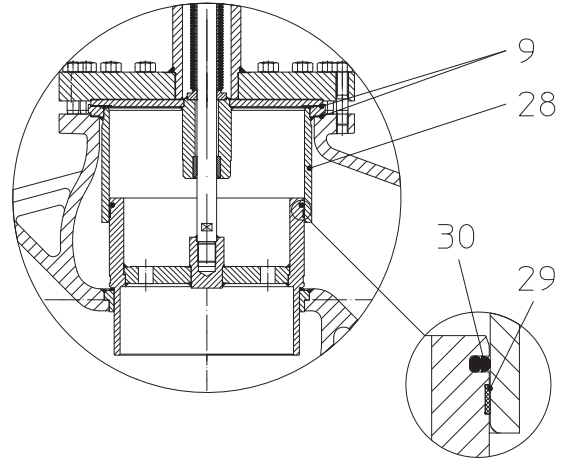

Bild 12: Druckentlastungskegel
- Neue Kolbendichtung (Pos. 30) einsetzen, dabei auf richtige Einbaulage achten (siehe Bild 12).